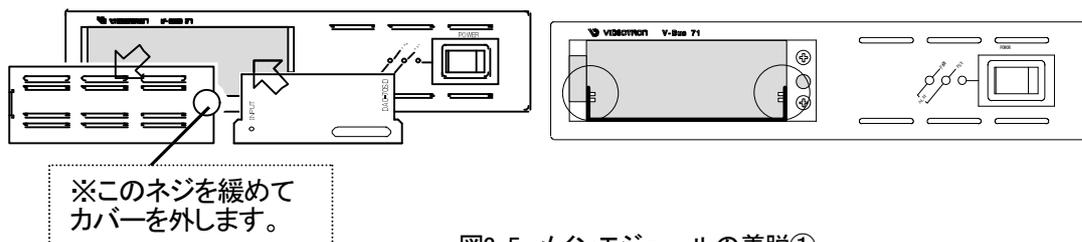

図2-5 メインモジュールの着脱①
1) メインモジュールは筐体内のスリットの間(図2-5丸の部分)に、確実に挿入します。